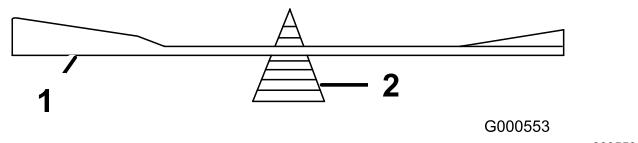

**Figure 60**
1. Au moyen d'une lime, aiguissez les tranchants aux deux extrémités de la lame (Figure 60).
**Remarque:** Si la lame est déséquilibrée, limez un peu l'extrême de l'ailette seulement (Figure 60).